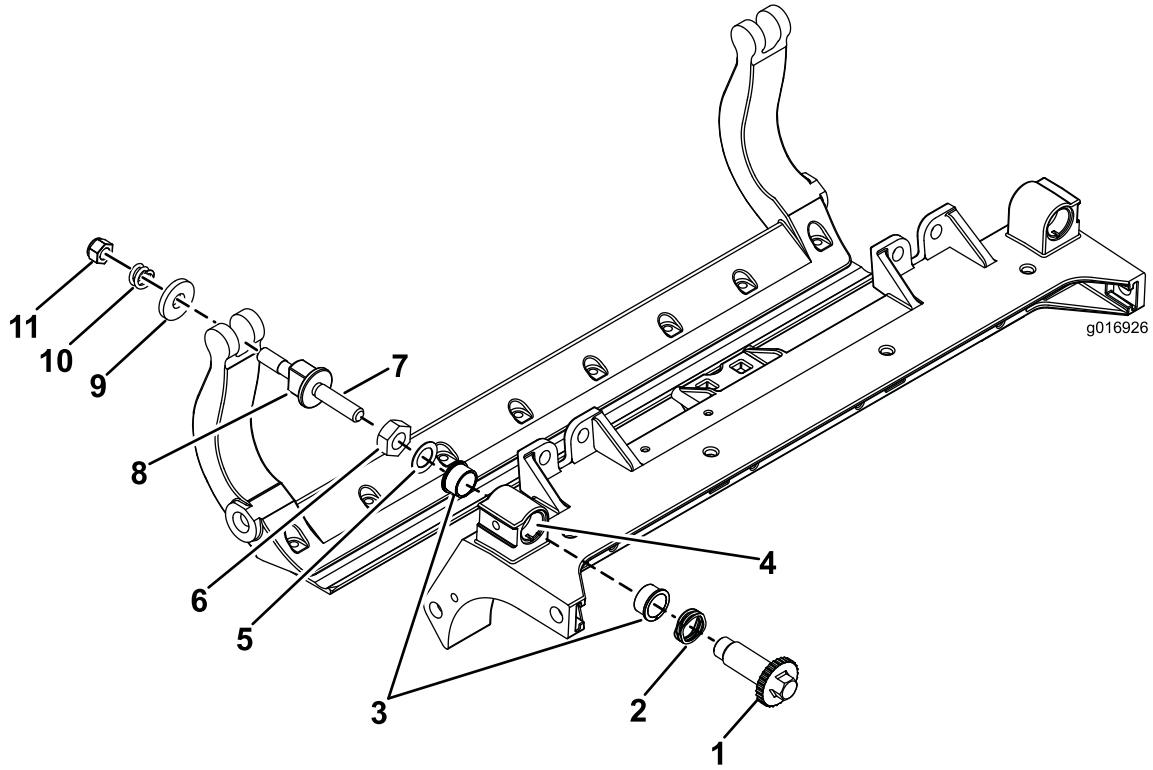

Figura 41
1. Rimuovete tutti i componenti (fate riferimento alle *Istruzioni per l'installazione* del kit DPA HD e a Figura 41).
2. Applicate del lubrificante antigrippaggio all'interno dell'elemento in cui vanno montate le boccole, sul telaio centrale dell'apparato di taglio (Figura 41).
3. Allineate le chiavette sulle boccole flangiate alle scanalature sul telaio e montate le boccole (Figura 41).
4. Montate una rondella ondulata sull'albero del dispositivo di regolazione e inserite l'albero all'interno delle boccole flangiate sul telaio dell'apparato di taglio (Figura 41).
5. Fissate l'albero del dispositivo di regolazione con una rondella piana e un dado di bloccaggio (Figura 41).
12. Posizionate una rondella in acciaio all'esterno di ciascuna rondella in nylon (Figura 41).
- Nota:** Le rondelle all'interno possono avere del gioco (Figura 41).
15. Serrate il dado su ciascun gruppo di regolazione della barra di appoggio fino a comprimere completamente la molla di compressione, quindi allentate il dado di 1/2 giro (Figura 41).